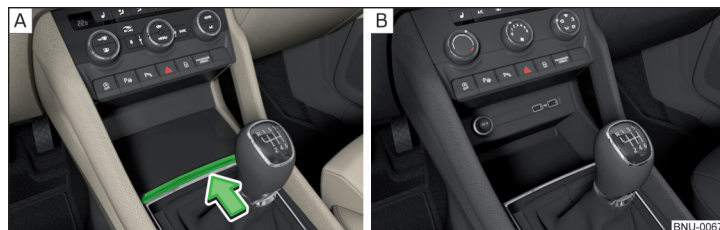

Fig. 104 Abrir compartimento guardaobjetos / Compartimento guardaobjetos no bloqueable
- » Para **abrir**, presionar sobre la regleta en el sentido de la flecha » fig. 104 - **A**.
Determinadas versiones de modelo no disponen de ninguna tapa del compartimento guardaobjetos » fig. 104 - **B**.